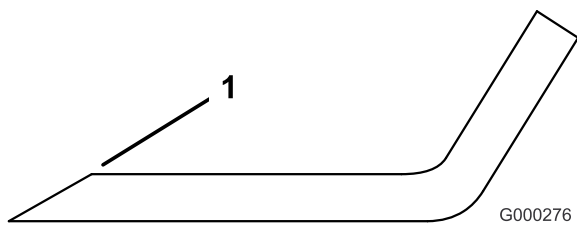

Figura 91
1. Utilice una lima para afilar el filo de corte en ambos extremos de la cuchilla (Figura 91). Mantenga el ángulo original. La cuchilla permanece equilibrada si se retira la misma cantidad de material de ambos bordes de corte.